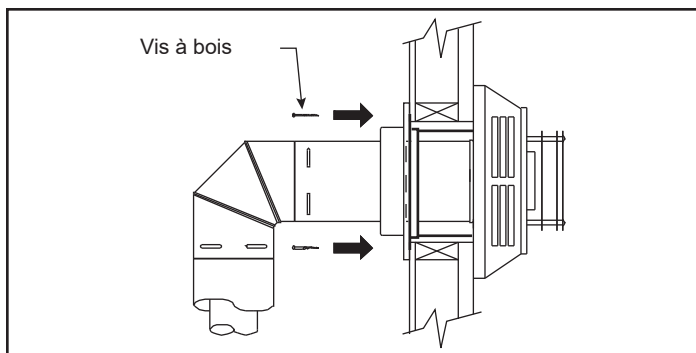

Figure 3.31
Étape 6 – Faites glisser le couvercle du manchon d'emboîtement mural jusqu'à la surface du mur et fixez-le au mur avec les vis fournies (figure 3.31). Appliquez une garniture en laiton décorative optionnelle sur le couvercle du manchon d'emboîtement mural, si vous le souhaitez.